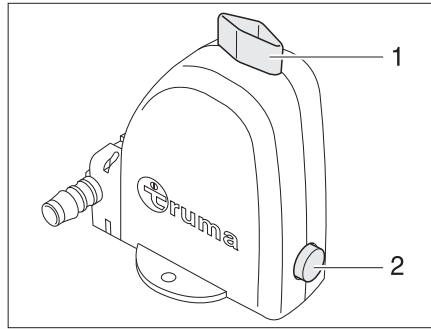

Fig. 60 Valvola di sicurezza/di scarico del boiler
Il boiler è dotato di una valvola di sicurezza/di scarico (Fig. 60). La valvola di sicurezza/di scarico impedisce che l'acqua congeli nel boiler in presenza di basse temperature esterne, quando il riscaldamento dell'autocaravan non è acceso. La valvola di sicurezza/di scarico è montata vicino al riscaldamento o nei vani portaoggetti a pavimento sotto il tavolo.
- Chiudere la valvola di sicurezza/di scarico. A tal fine ruotare la manopola verticalmente rispetto alla valvola di sicurezza/di scarico (Fig. 60,1) e premere verso l'interno il bottone automatico (Fig. 60,2).
- Aprire la valvola di sicurezza/di scarico. A tal fine ruotare la manopola (Fig. 60,1) nel senso della lunghezza della valvola di sicurezza/di scarico. Il bottone automatico (Fig. 60,2) scatta fuori. Il boiler viene svuotato verso l'esterno tramite la valvola di sicurezza/di scarico.